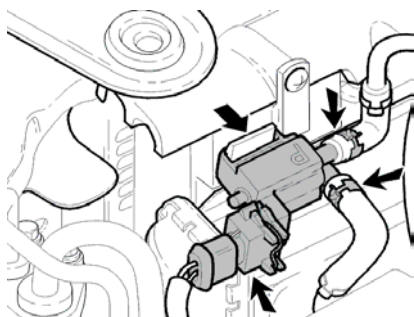

Fig. 5
- Débrancher les flexibles et les connecteurs de l'électrovanne de purge (Fig. 5).